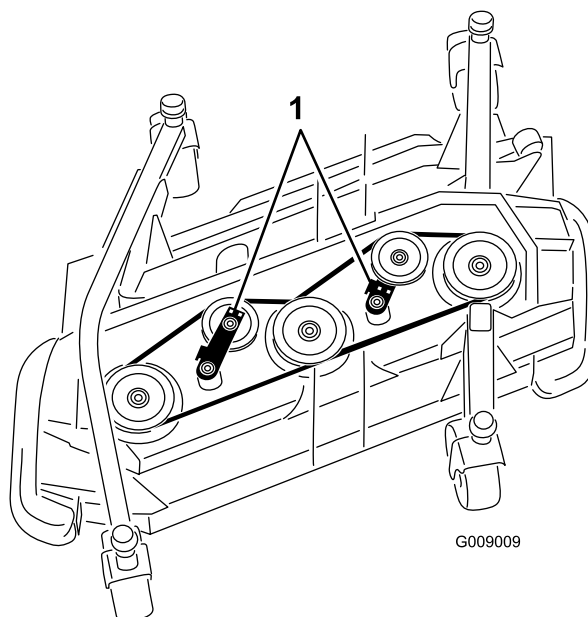

Figura 117
5. Utilizando uma chave de roquete ou ferramenta semelhante, afaste as polias intermédias da correia da transmissão para libertar a tensão da correia e permitir que esta saia das polias (Figura 117).